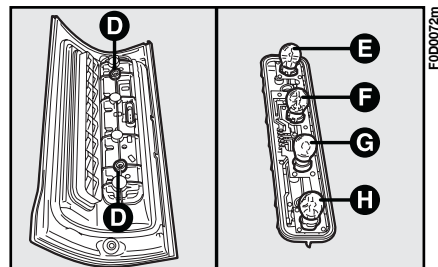

Abb. 21
- 3) Die 2 Schrauben **D**, **Abb. 21** lösen und die Lampengruppe herausnehmen: